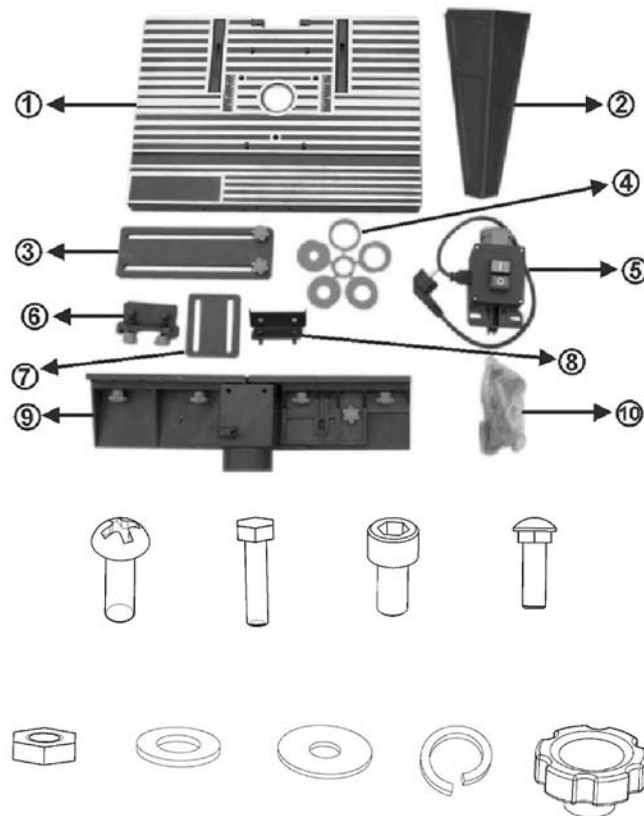

Fig.1
Montere fresebordet (fig. 1–13)
- Plasser bordplaten (1, fig. 1) opp ned på en flat overflate (fig. 2).
- Monter ett bordbein (2, fig. 1) ved hjelp av fire sekskantbolter (M6X1 2) og mutrer (M6) uten å skru helt til (fig. 3).